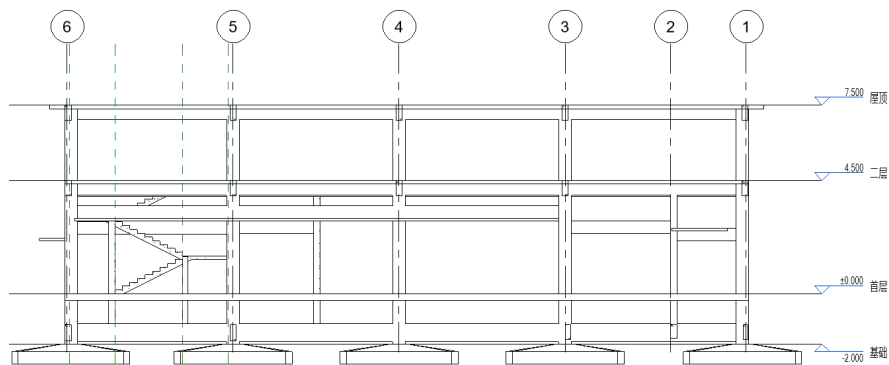

图 15-106 放置 ϕ 10mm 的箍筋
(9) 在“属性”选项板中选择“钢筋 8HRB335”类型，设置“布局规则”为“最大间距”，输入“间距”为“100.0mm”，在“造型”栏下拉列表中选择“33”或在“钢筋形状浏览器”中选择“钢筋形状: 33”。
(10) 在轴线①、③、④、⑤、⑥的梁截面上放置形状为 33 的钢筋，按空格键调整形状位置，如图 15-106 所示。